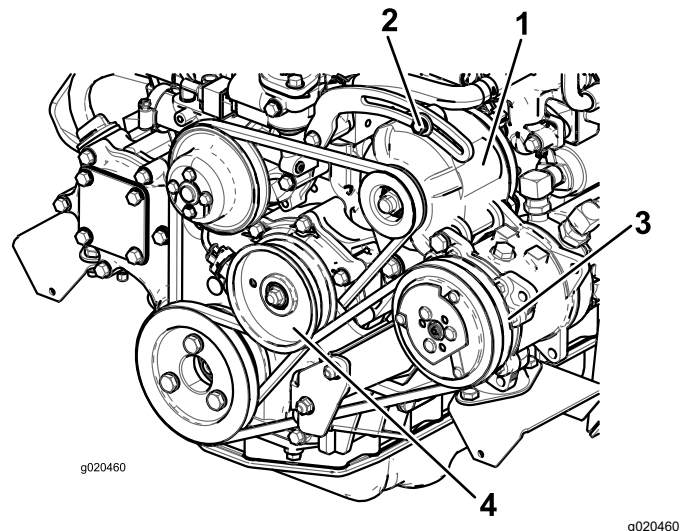

Bild 114
Lockern Sie bei einer Durchbiegung von mehr oder weniger als 10 mm die Befestigungsschrauben der Lichtmaschine (Bild 114).
Prüfen Sie den Zustand und die Spannung des Riemens (Bild 114) alle 100 Betriebsstunden.
2. Lockern Sie bei einer Durchbiegung von mehr oder weniger als 10 mm die Befestigungsschraube der Spannscheibe (Bild 114). Erhöhen oder reduzieren Sie die Spannung der Kompressor-Riemenspannung und ziehen Sie die Schraube fest. Prüfen Sie die Riemen Spannung noch einmal auf korrekte Einstellung.